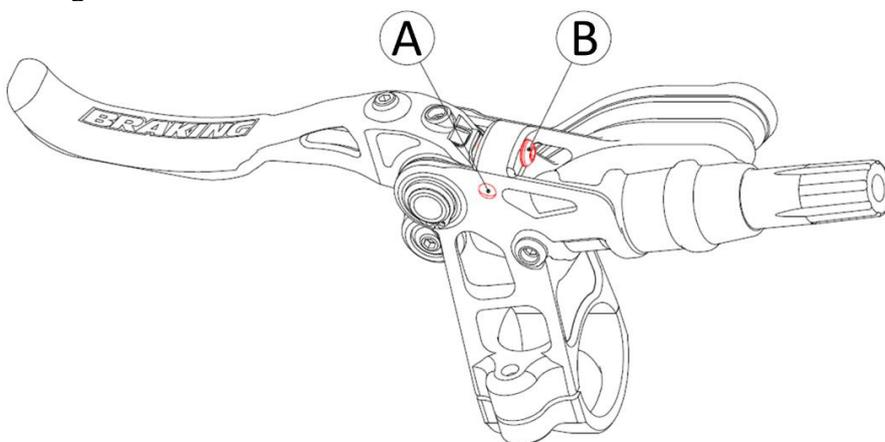

Figura 7: Dettaglio del grano di sicurezza e della vite di regolazione precarico
- 1) Utilizzando una chiave per inserti esagonali da 2mm, sbloccare il grano di sicurezza **A** posto sotto al corpo pompa (**Figura 7**)